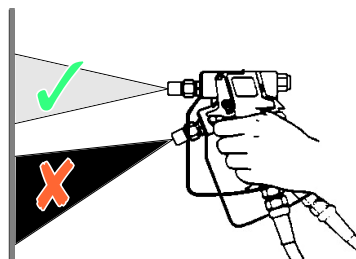

fig. 22: Unghi de stropire
- ▶ Țineți pistolul de stropire în unghi drept (90°), îndreptat către suprafața de acoperit. În cazul în care țineți pistolul de stropire într-un alt unghi, acoperirea este neuniformă și pătată (vezi fig. 22).